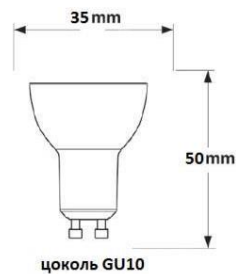

Рис. 13
5. Удалите старую лампочку. 6. Установите новую лампочку (рис. 13), действуя в обратном порядке. Рекомендуем также лампочки Lightstar и Kanlux: